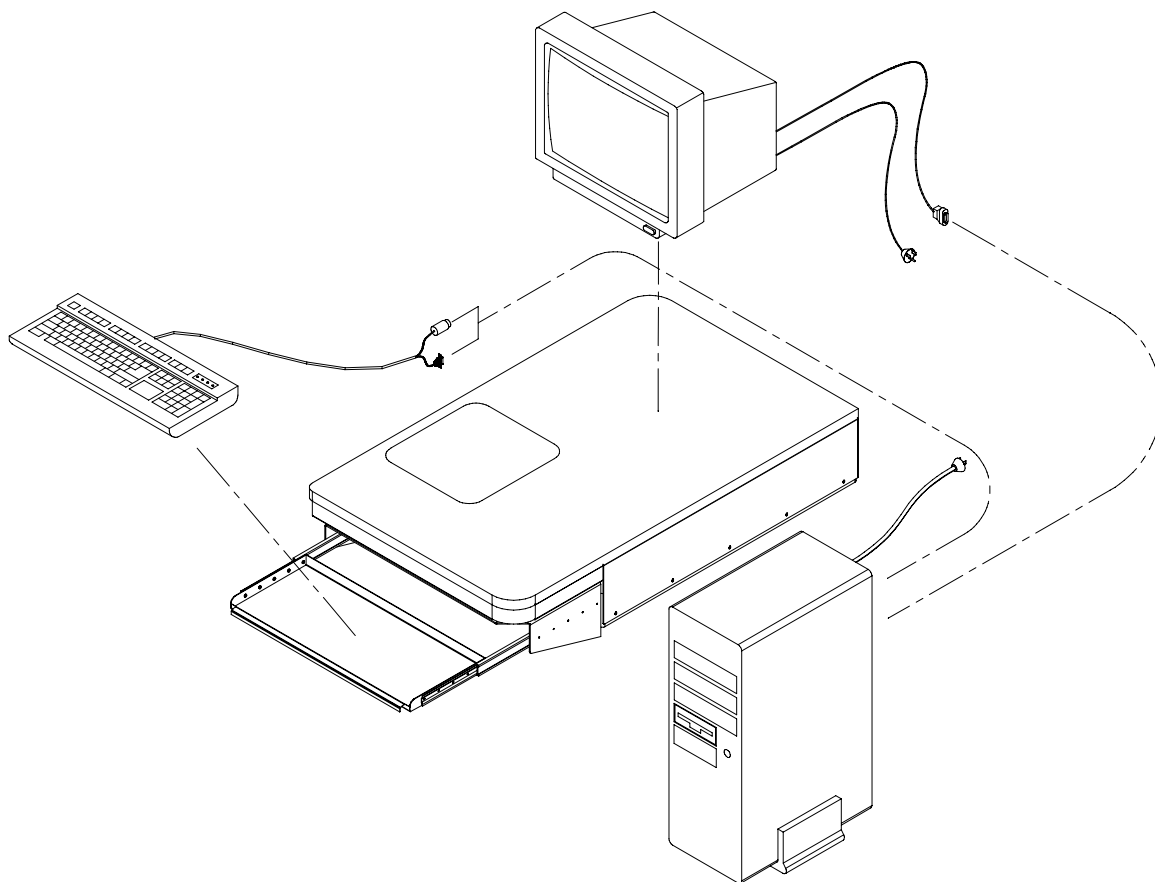

**Figura 1-4**
3. Instalen la cubierta final como mostrado en la Figura 1-4. Los tornillos para las cubiertas están instalados en la máquina.